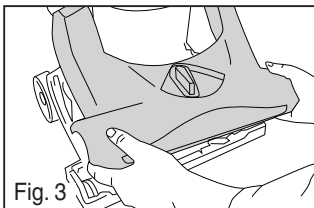

Fig. 3
- Remplacez le couvercle du cylindre brosser (Fig. 3).